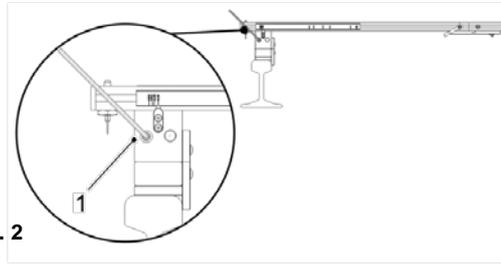

Abb. 2
- Bei optionaler Universalmessschiene ggf. Feststellschrauben (1, Abb. 2) mit Innensechskantschlüssel auf beiden Seiten der Messschiene lösen, die Beine auf die entsprechende Gleisspurweite einstellen und Feststellschrauben auf beiden Seiten der Messschiene festziehen.